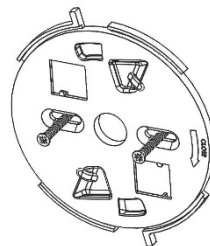

Figura 7
3. Usare la staffa come dima e segnare i punti di fissaggio, fissare la staffa sulla superficie di installazione (vedi Figura 7).